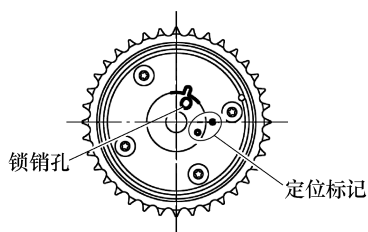

图 1-168 检查正时齿轮标记
① 检查凸轮轴正时齿轮位置，如图 1-168 所示。
② 如果凸轮轴正时齿轮未置于提前位置，则松开锁销，并重置凸轮轴正时齿轮。
③ 将 1 号凸轮轴的锁销与凸轮轴正时齿轮的销孔对准并装上。
④ 检查并确认凸轮轴正时齿轮与凸轮轴法兰之间无间隙。